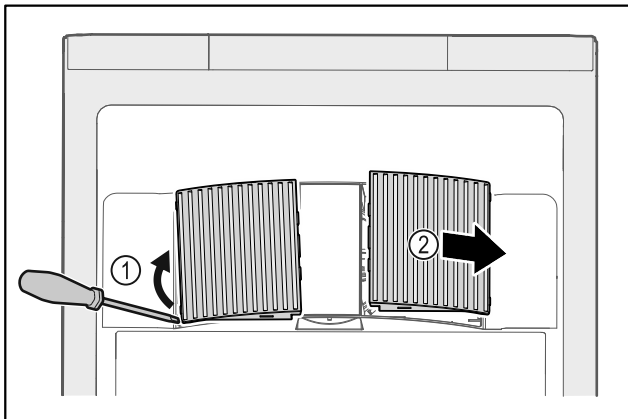

Fig. 104
- ▶ Pokrov ventilatorja previdno dvignite s strani Fig. 104 (1) in ga odstranite v smeri naprej Fig. 104 (2).